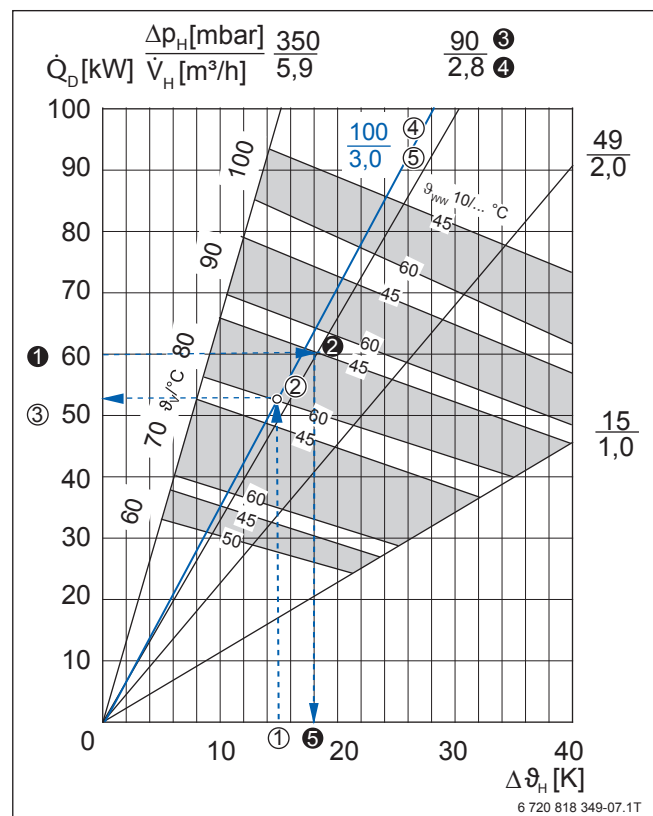

Bild 41 Dauerleistungsdiagramm für Logalux SU500.5 mit Hilfslinien für zusätzliche Werte; Beispiele blau hervorgehoben
- Heizwasser-Druckverlust und -Volumenstrom (→ Bild 41, Seite 56)
Ablesen (→ Bild 41)
Standardwerte sind in den Tabellen „Warmwasser-Leistungsdaten“ des Speichers zu finden. Für spezielle Auslegungsfälle ist der Druckverlust aus dem Dauerleistungsdiagramm (ggf. interpolieren, → Bild 41, Seite 56) bzw. aus dem Druckverlustdiagramm in Abhängigkeit vom Volumenstrom abzulesen.